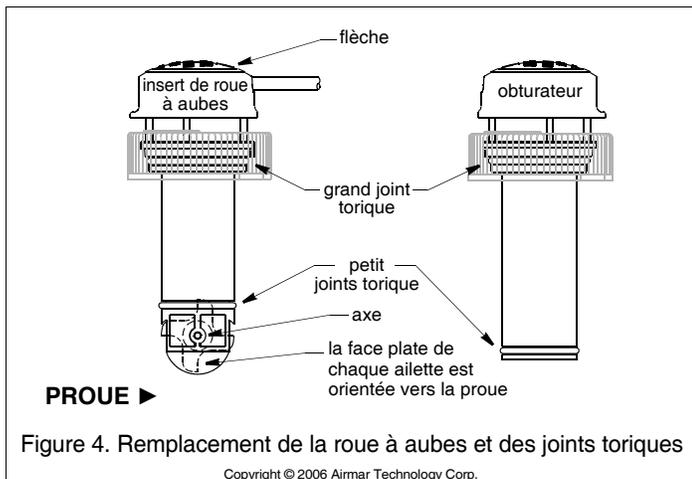

Figure 4. Remplacement de la roue à aubes et des joints toriques
- Les joints toriques doivent être intacts et bien lubrifiés pour assurer une parfaite étanchéité. Inspectez les joints toriques de l'obturateur et remplacez-les si nécessaire, lubrifiez-les avec la graisse silicone fournie ou du gel de paraffine (Vaseline®) (voir Figure 4).
1. Chassez l'axe sur 6 mm (1/4") environ à l'aide de l'axe neuf. Munissez-vous de pinces pour terminer l'extraction de l'axe (voir Figure 4).